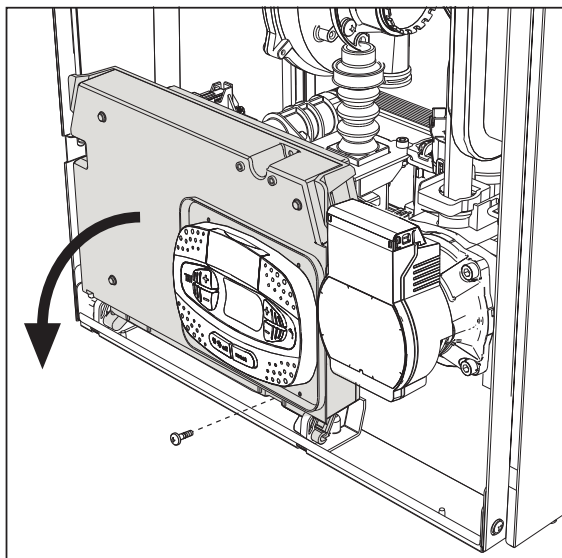
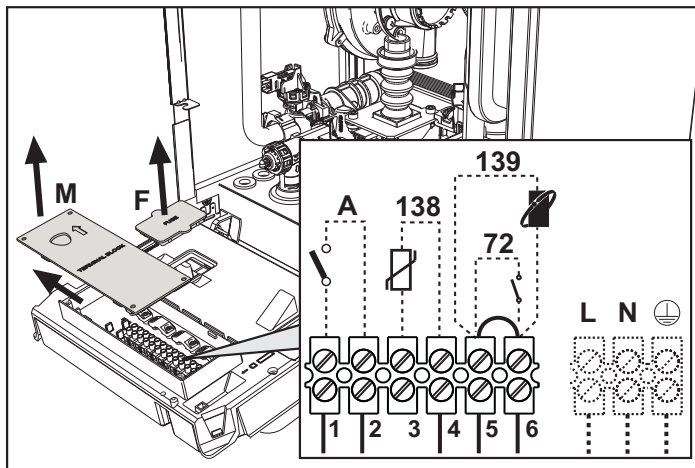

fig. 19
fig. 20
Tras quitar el panel frontal (*** 'Apertura del panel frontal' on page 82 ***), es posible acceder a la regleta de conexión (M) y al fusible (F) según las indicaciones siguientes (fig. 19 e fig. 20). **Los bornes indicados en la fig. 20 deben tener contactos secos (no 230V).** La posición de los bornes para las diferentes conexiones también se ilustra en el esquema eléctrico de la fig. 63.
Configuración del interruptor ON/OFF (A. fig. 20)